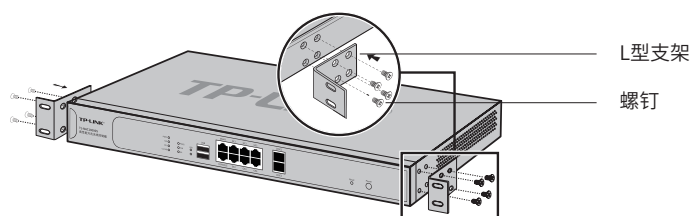

图2-1 支架安装示意图
2. 将配件中的两个L型支架分别安装在无线控制器面板的两侧，并用配件中提供的螺钉固定，如图2-1所示；